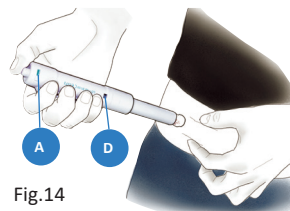

Fig.14
- Appoggiare il Softinject® perpendicolarmente al piano cutaneo con la finestra di fine farmaco (D) rivolta verso di voi.
- Premere il pulsante di scatto (A) e sostenere il dispositivo fino alla comparsa dell'indicatore di colore grigio nella finestra di fine farmaco (D) (Fig.14).